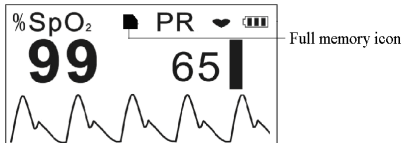

Figura 9 Memoria piena
- Durante la misurazione se la memoria è piena o il numero totale di registrazioni è 256, le prime registrazioni saranno sovrascritte e sullo schermo apparirà l'icona "■" come mostrato nella Figura 9.